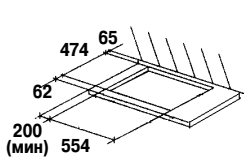

Рис. 3
На поверхности рабочего стола необходимо сделать прямоугольное отверстие(см. рис.3 ) для встраивания плиты, соблюдая указанные размеры.
- Если слева или справа находится стена, минимальное расстояние от неё до стола встраиваемого должно соответствовать значению, указанному на рис. 3.